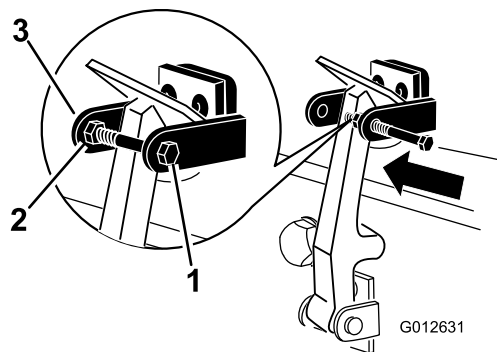

图 15
7. 将螺栓拧入机罩门锁支架的另一个臂直至将门锁锁定到位 (图 15)。